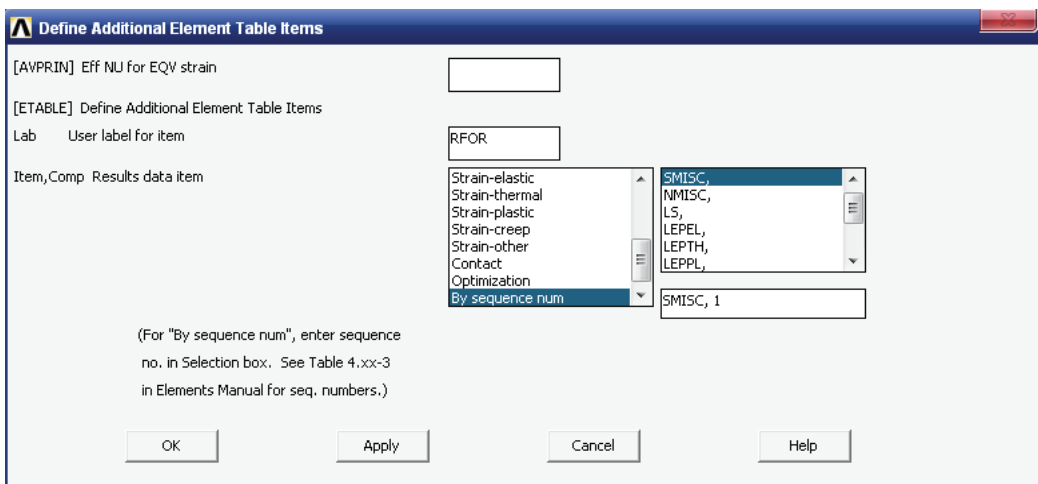

图 3-104 定义单元列表项目对话框
4) 选择 Main Menu | General Postproc | Element Table | Define Table 命令, 出现 Element Table Data 对话框, 单击 Add 按钮, 出现 Define Additional Element Table Items 对话框, 参照图 3-104 对其进行设置, 单击 OK 按钮关闭该对话框, 单击 Element Table Data 对话框中的 OK 按钮关闭该对话框。